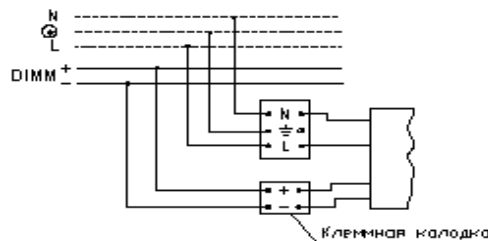

Рис. 6
- 4.3. **При использовании диммируемого драйвера**, управляющие провода подключаются строго с соблюдением полярности, указанной в маркировке (см. рис. 6).